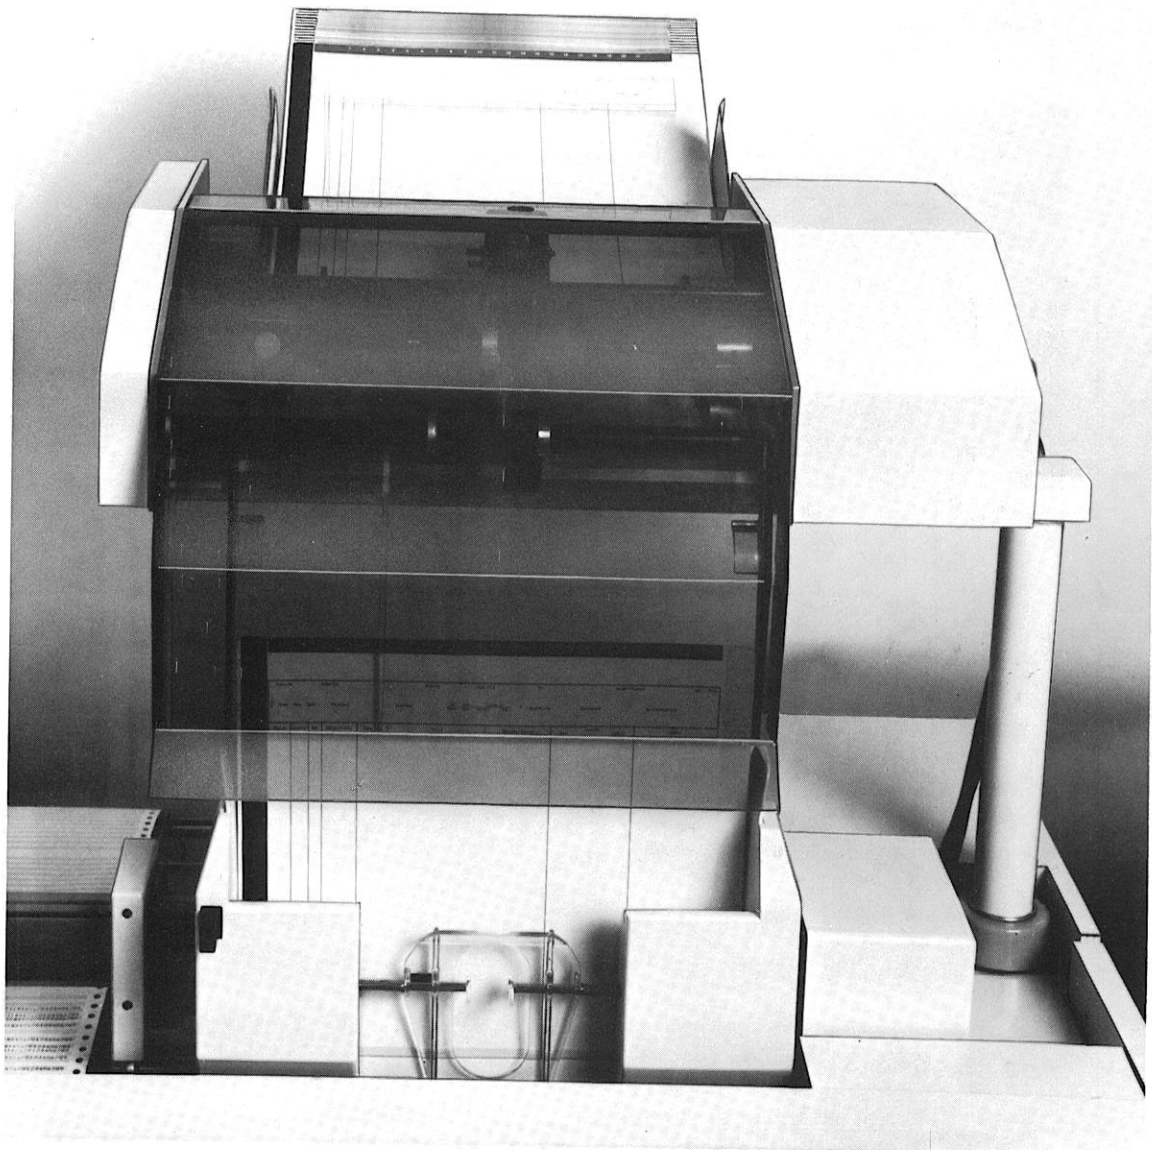

Abb. 18 Stapelzuführeinrichtung mit Magnetkonteneinheit
Die STZ 3 ist mittels eines schwenkbaren und rastenden Trägers über der (M)KE 3 angeordnet (Abb. 18).